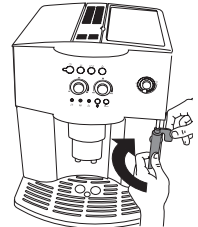

Figura 22
- Con una mano, sujete el mango del dispensador de vapor y con la otra desenrózquelo girándolo a la derecha y luego tirando de él. (Figura 22)